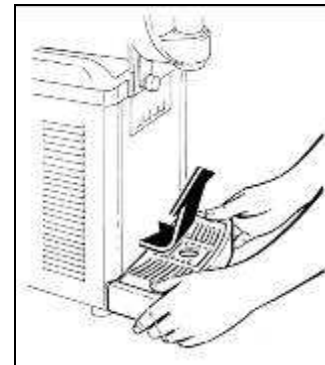

Fig. 19
- Smontare la vaschetta raccogli gocce ruotandola leggermente verso l'alto e tirandola verso l'esterno (fig.19).